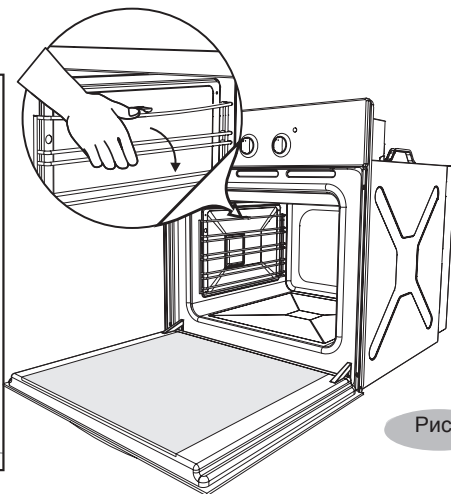

Рис.6
- Проволочные направляющие можно снять. (рис. 6).